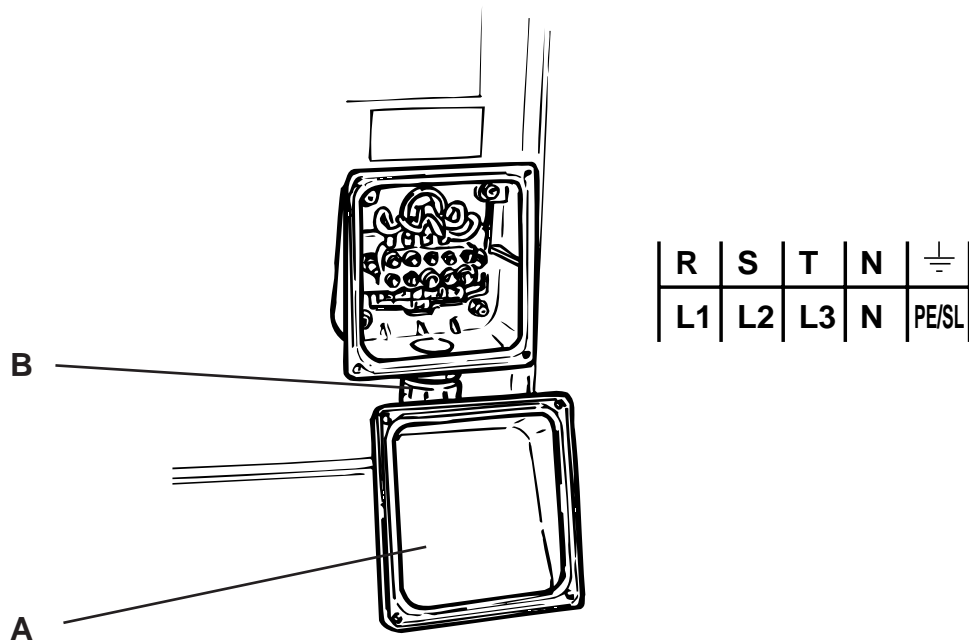

Fig. 2.5
Togliere il coperchio della morsettiera A (Fig.2.5 pag.24).
Remove the cover from the electrical box (A, fig. 2.5, pag. 24).
Quitar la tapa de la caja de bornes A (Fig. 2.5 pag. 24).
Introdurre il cavo nel pressacavo B, raggiungere la cassetta elettrica e collegarli ai rispettivi morsetti: fig. 2.5.
Run the wires through the bush (B) and connect them to the respective terminals (fig. 2.5) inside the electrical box.
Introducir el cable en el prensa cables B hasta alcanzar la cabina eléctrica y conectarlo a los bornes respectivos: fig. 2.5.
Introduza o cabo no "prensa-cabo" B, e depois vá à caixa eléctrica e ligue os fios aos respectivos bornes: fig. 2.5